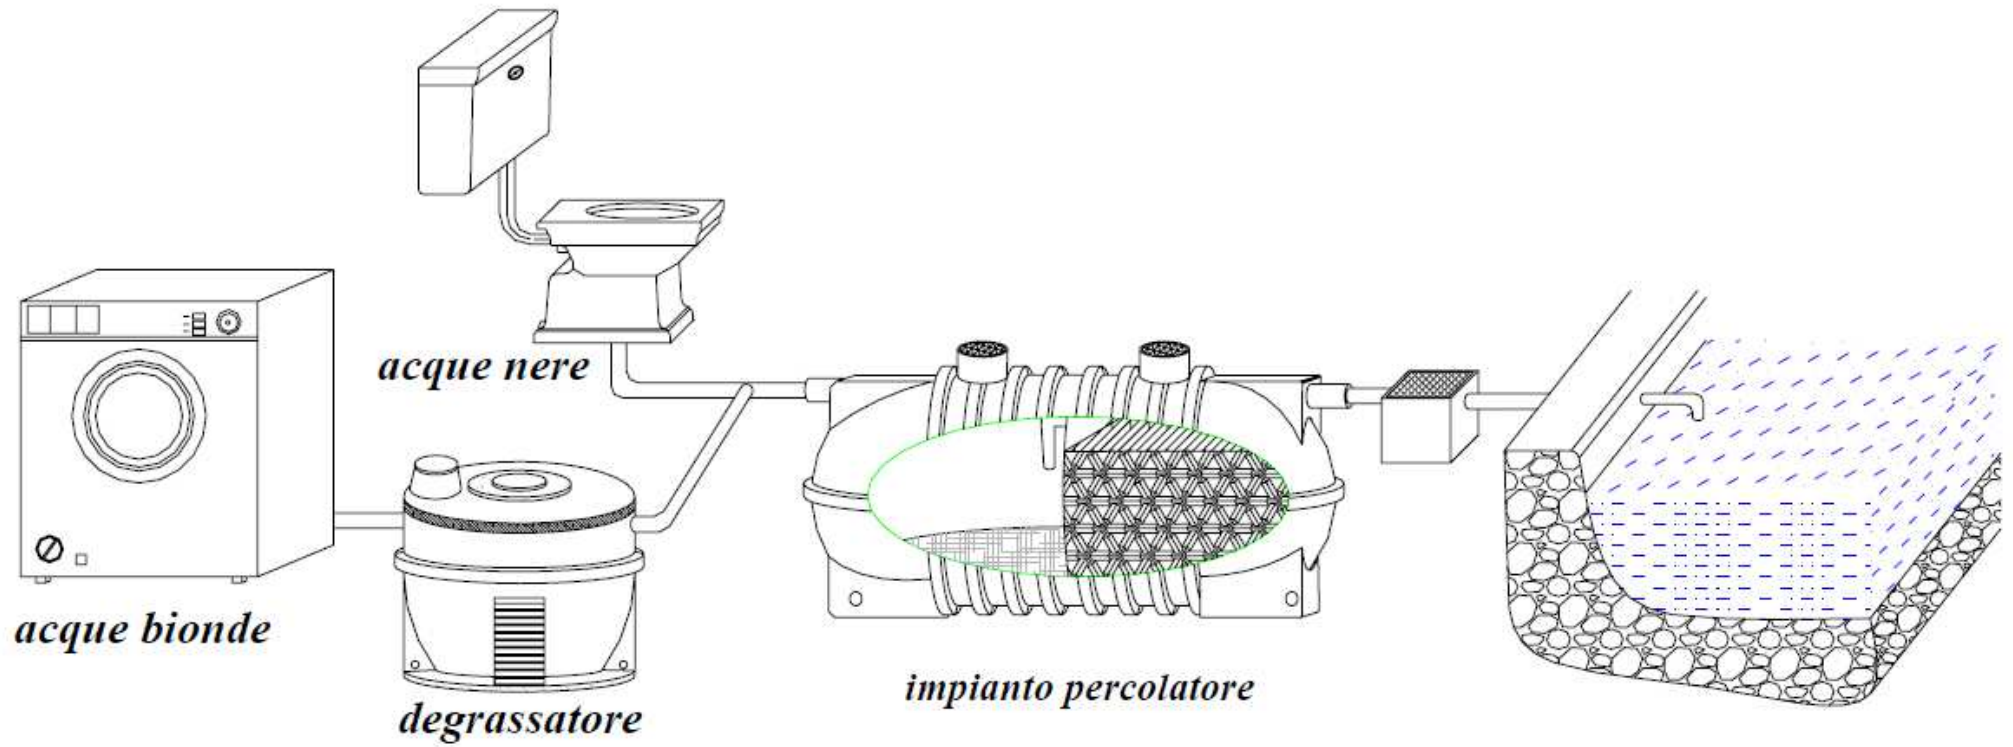

Fig.1 – Esempio tipico d’installazione
- Installare la fossa come indicato dallo schema d'installazione allegato (Fig.1) seguendo le modalità di interro